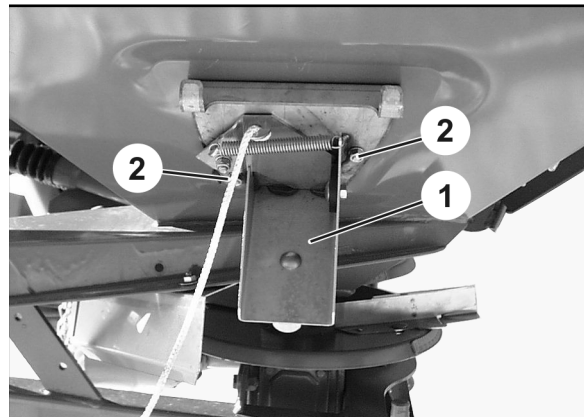

Fig. 42
1. Den Kunststoffstopfen (Fig. 42/1) entfernen